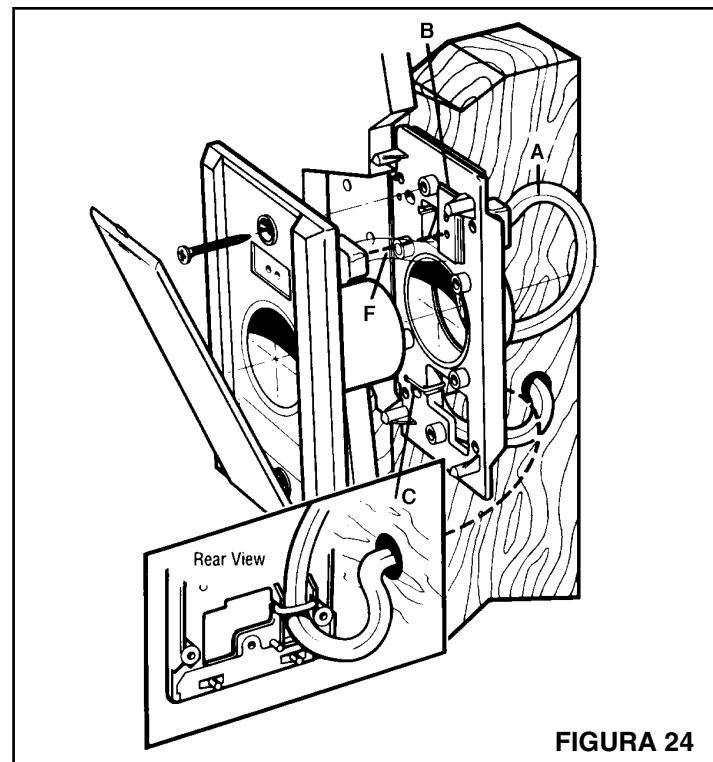
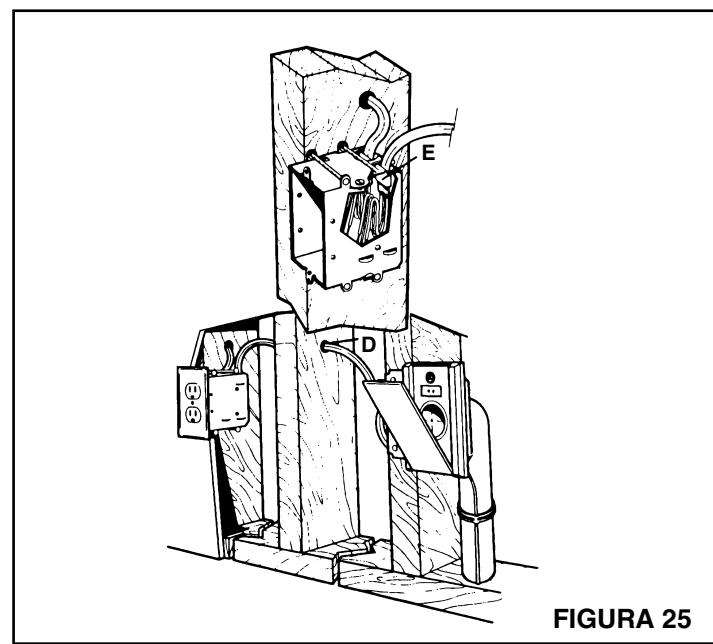

FIGURA 24
FIGURA 25
1. Véase la Figura 24. Sujete la placa de montaje a un montante a una distancia de tres montantes (1,2 m) de una caja de conexiones eléctricas. Mida y marque el alambre a 25 cm del enchufe (A). Alímente el alambre por el agujero superior de la placa de montaje (directamente encima de la abertura circular). Inserte el enchufe moldeado en la placa de montaje como se ve ilustrado. Así estará seguro y protegido durante la construcción de las paredes de cartón-yeso y la aplicación del acabado. Alinee el alambre con la marca de 25 cm previamente medida con la tensión del canal de seguridad en la parte trasera de la placa de montaje. Sujételo seguramente en su lugar con la atadura de alambre proporcionada (C).
2. Pase el alambre del enchufe a la caja eléctrica adyacente. Si resulta necesario pasar el alambre por un montante, taladre directamente por el centro del montante (D).
3. Véase la Figura 25. Posicione los extremos descubiertos de los dos alambres en la caja eléctrica a través de un canal de alivio de tensión (E). Apriete el canal de alivio de tensión (sin apretarlo demasiado) en el forro blanco, dejando 1,2 cm del mismo descubierto dentro de la caja de toma.